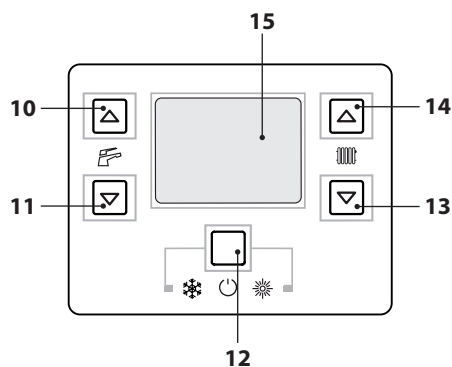
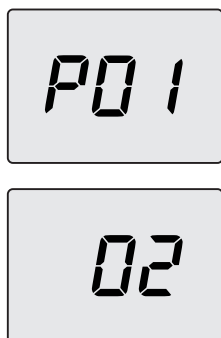

Figura 9.18
Figura 9.19
- Entrare in "modalità programmazione" premendo contemporaneamente per 10 secondi i tasti 12-13-14 (Figura 9.18) fino a far apparire sul display LCD le lettere **P01** che si alternano con il valore del parametro, indicanti l'entrata nel "parametro 01" (Figura 9.19).
- Premendo contemporaneamente per 10 secondi i tasti 12-13-14 (Figura 9.18) si esce dalla "modalità programmazione".
- Premendo il tasto 12 (Figura 9.18) si ottiene la conferma del valore inserito.